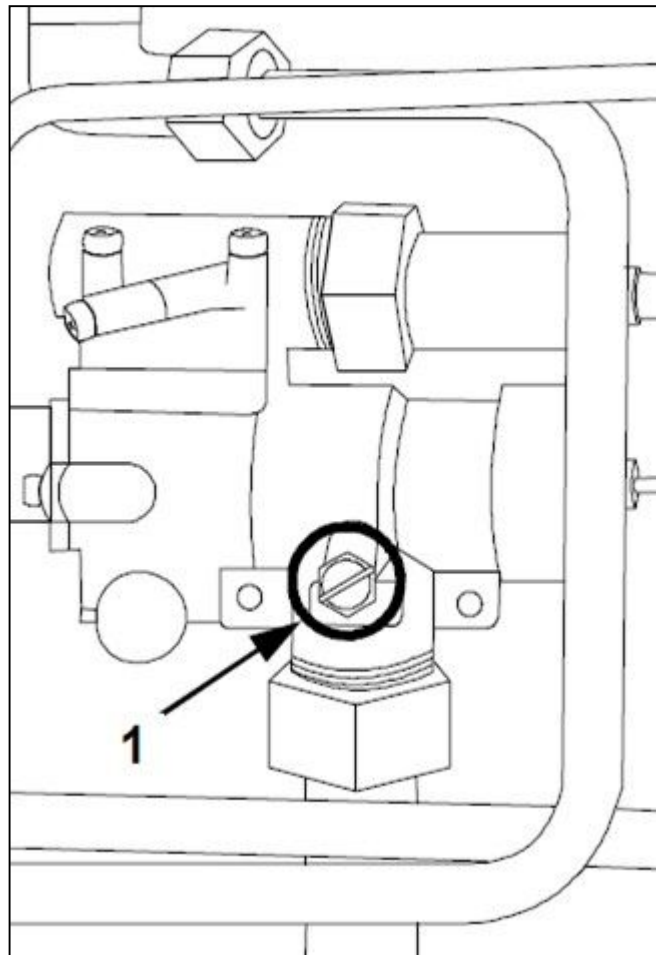

FIG.7
- 2) Retire el tornillo de retención de la válvula de seguridad (válvula principal); (FIG.7-Ref.1)
- 7) Reapretar el tornillo de toma de presión de alimentación (FIG.7-Ref.1);